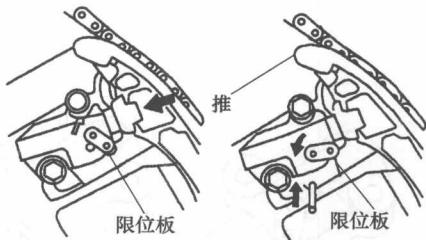

图 1-17 推入正时链条张紧器柱塞
① 如图 1-17 所示，当顺时针转动张紧器限位板时，将正时链条张紧器柱塞推进去。